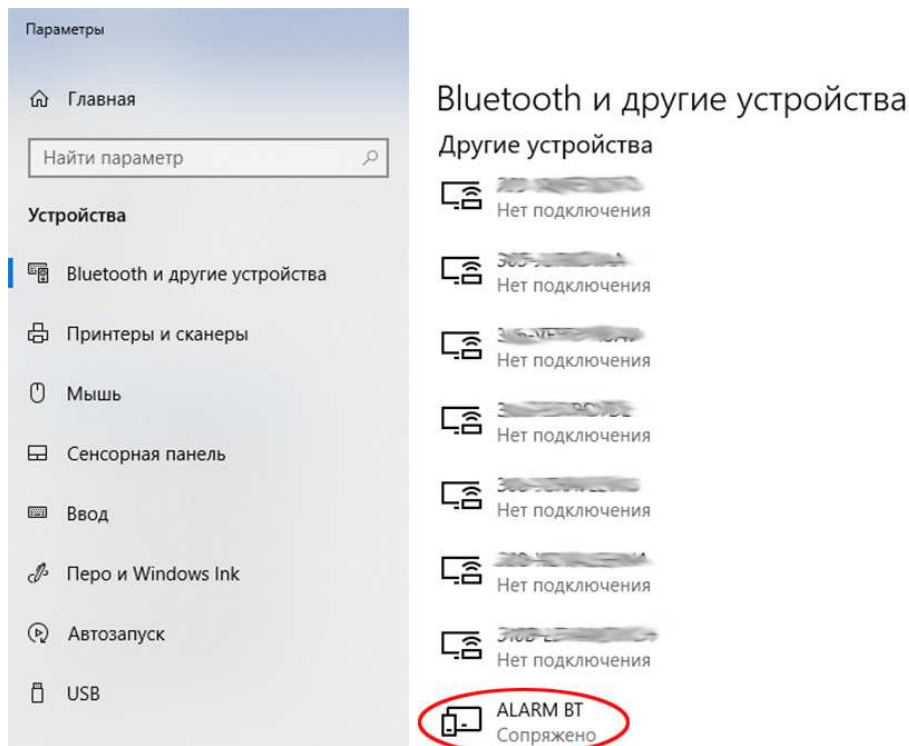

Рисунок 5
4) Когда устройство будет подключено оно появится в окне списка устройств рисунок 5.